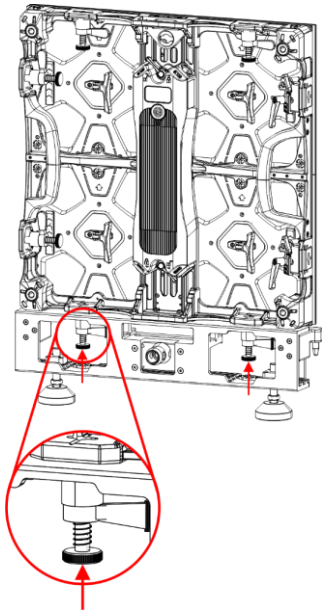

Fig. 42
- 03) Gire la **palanca (C)** en sentido antihorario.
- 04) Empuje hacia arriba el **cierre rápido con resorte (D)** izquierdo de la barra de rigging y gírelo 90° en sentido horario o antihorario como se muestra en las Fig. 42 y 43.